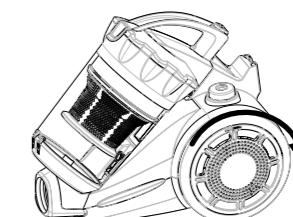

fig. 6
- O filtro de exaustão está localizado dentro da roda esquerda do produto. Para removê-lo, gire a calota da roda no sentido horário para destravá-la (Fig.6).